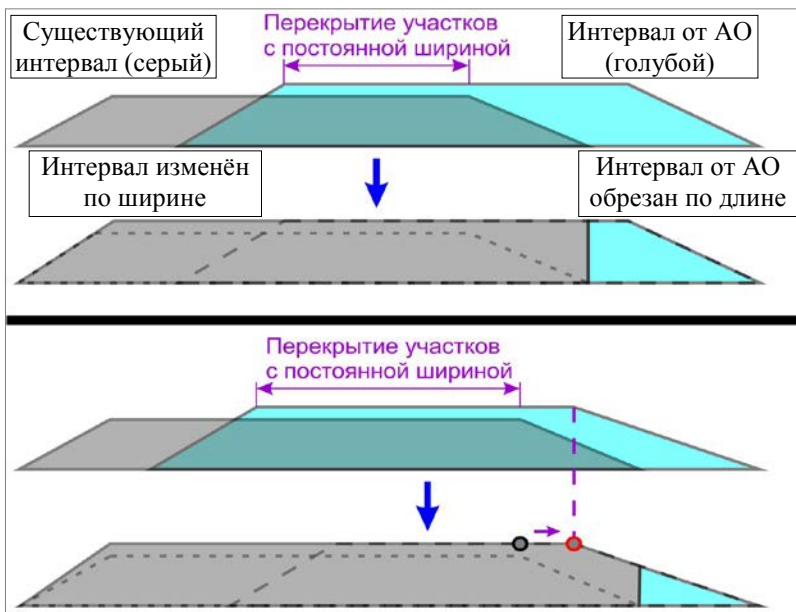

Рис. 11.9
- изменение ширины исходного интервала на участках перекрытия новым интервалом от АО с постоянной шириной (рис. 11.9);